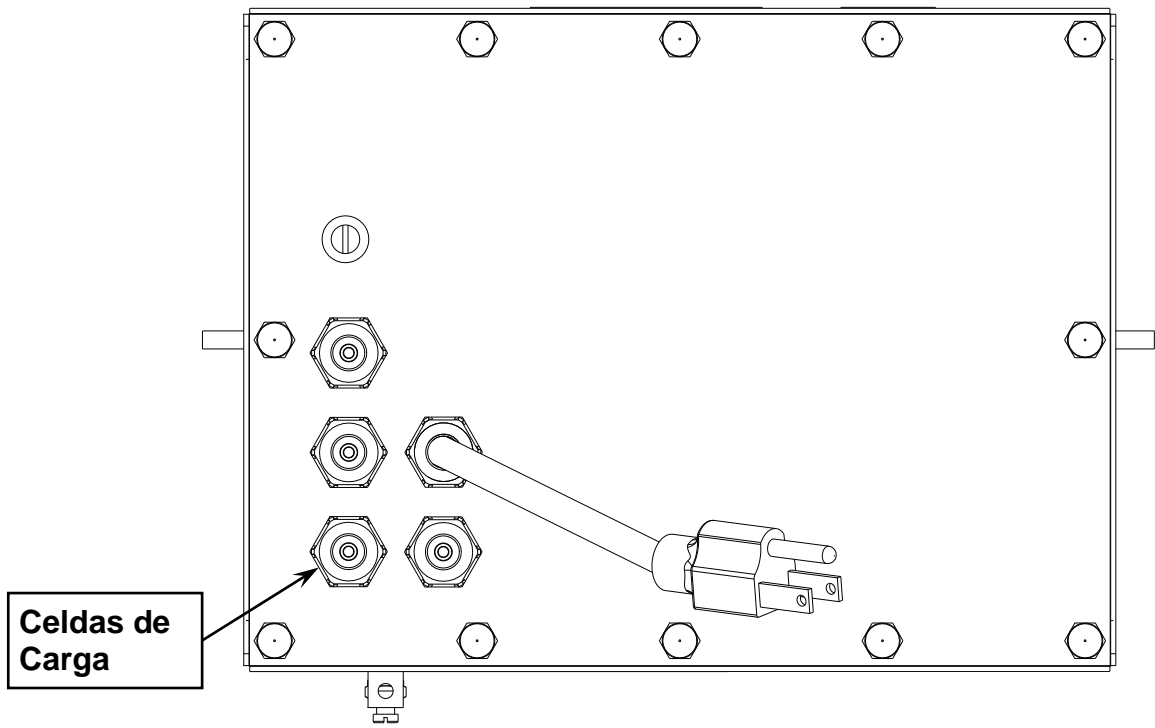

Figura No. 2
Para eliminar RFI, el cable de celdas de carga deberá ser guiado a través del conector metálico especial y el alambre blindado del cable de celda de carga deberá estar conectado al conector de glándula para aterrizaje. Vea la Figura No. 2 y la Figura No. 3 para el conector de glándula adecuado.
1. Retire las 12 tuercas que fijan el panel posterior al gabinete principal, y luego afloje un conector de glándula para el cable de la celda de carga. Ver la Figura No. 2 para ilustración del diseño del conector.